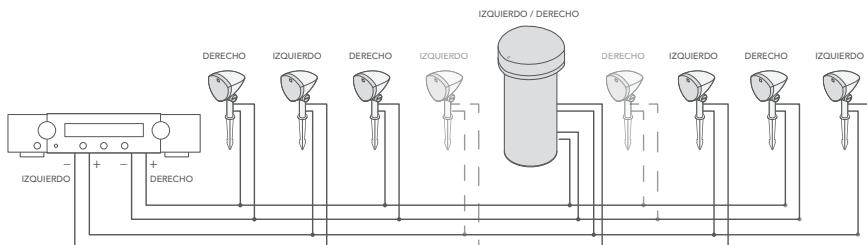

Figura 3
5. Pase el cable del altavoz a través de la zanja, tal como se describe en las instrucciones de cableado de la sección 6 "Instalación de los altavoces satélite" en la página siguiente. Recomendamos dejar entre 14 y 16 pulgadas de cable sobrante por altavoz para que el cable no se retuerza o se tense al recubrir el cable de polvo en la zanja. La Figura 3 muestra el cableado de un sistema completo que utiliza un amplificador estéreo. Tenga en cuenta que se puede comprar e instalar un par adicional de satélites para aplicaciones ligeramente más grandes.
- Con todos los altavoces y subwoofers correctamente conectados, asegúrese de que el amplificador/receptor esté apagado. Conecte los cables del altavoz izquierdo/derecho a los terminales respectivos positivo (+) y negativo (-) del amplificador/receptor (consulte el diagrama de cableado del amplificador en la figura 3).